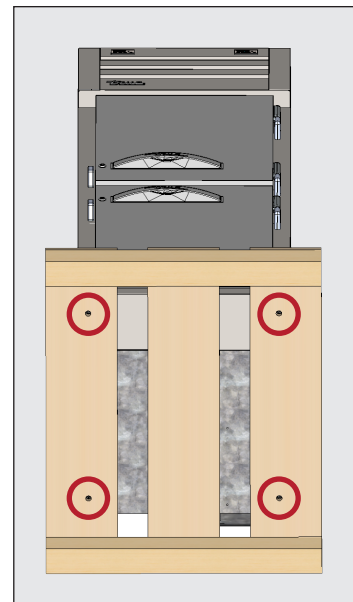

Figure 2. Emplacements des vis de transport.
2. À l'aide d'une clé à molette, démontez toutes les vis de transport qui fixent la palette en bois au-dessous de l'appareil. Voir figures 2 et 3.